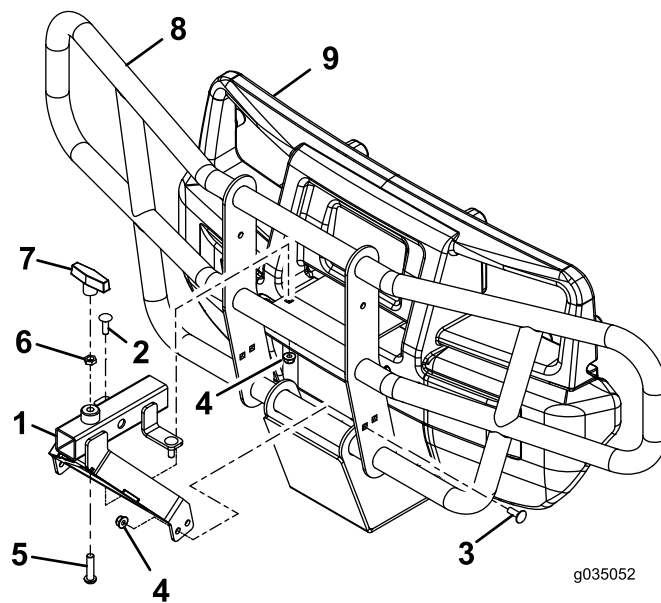

Bild 1
2. Nehmen Sie die zwei vorhandenen Schlossschrauben und die zwei Sicherungsmuttern vom Rammschutz ab und werfen sie weg, wie in Bild 1 abgebildet.
3. Befestigen Sie das vordere Schnellkupplungsdreieck lose mit zwei Schlossschrauben (5/16" x 1") und zwei Bundmuttern (5/16"), wie in Bild 1 abgebildet.
4. Befestigen Sie das vordere Schnellkupplungsdreieck lose mit vier Schlossschrauben (5/16" x 7/8") und vier Bundmuttern (5/16"), wie in Bild 1 abgebildet.
5. Befestigen Sie die Sechskantschraube, die Flachschraube, Klemmmutter und den T-Bügel (Bild 1).